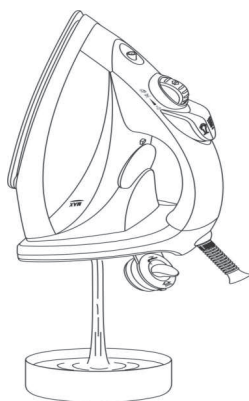

Figure 9
3. Ouvrir le bouchon du réservoir et vider l'eau (figure 9).